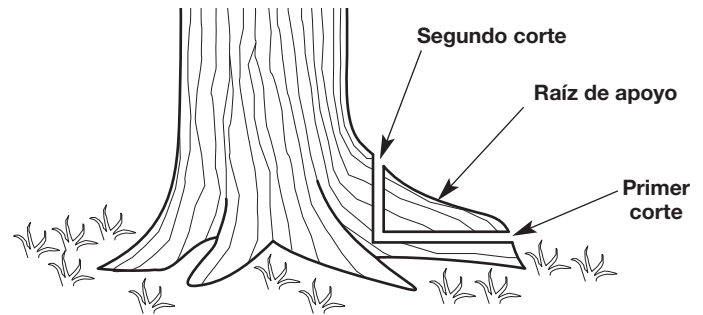

Fig. 8
1. Haga un corte horizontal en la raíz de apoyo (Fig. 8). Para evitar que el peso de la madera comprima la barra guía, siempre haga este corte en primer lugar.
2. Haga un corte vertical en la raíz de apoyo (Fig. 8).